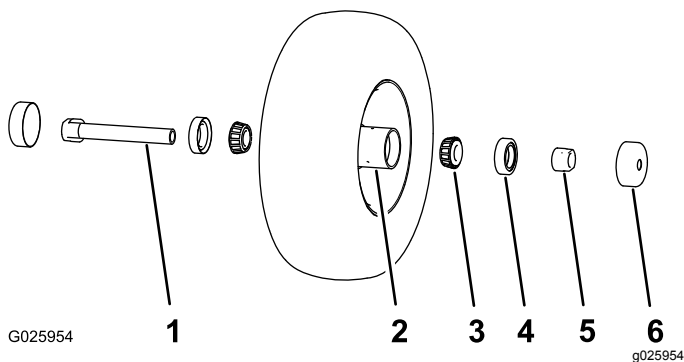

Figure 34
- Déposez les 2 protège-joints du moyeu de roue (Figure 34).
- Déposez 1 des écrous d'écartement de l'arbre de la roue pivotante (Figure 34).
Remarque: Notez que du frein-filet a été appliqué pour bloquer les écrous d'écartement sur l'arbre de roue (Figure 34).
- Déposez l'arbre de la roue (en laissant l'autre écrou d'écartement en place) (Figure 34).
- Faites levier pour extraire les deux joints de roulement (Figure 34).
- Déposez les deux roulements et vérifiez s'ils sont usés ou endommagés (Figure 34).
- Posez 1 roulement dans le moyeu de chaque roue (Figure 34).
- Posez le joint de roulement dans le moyeu sur le roulement (Figure 34).
- Vissez l'écrou de l'arbre, les méplats tournés vers l'extérieur, au bout de l'arbre qui est enduit de frein-filet (Figure 34).
- Insérez l'ensemble écrou et arbre de roue dans la roue, du côté roulement et joint neuf (Figure 34).
- Insérez l'autre roulement, assorti d'un joint neuf, dans la roue (Figure 34).
- Reposez les protège-joints sur le moyeu de roue (Figure 34).